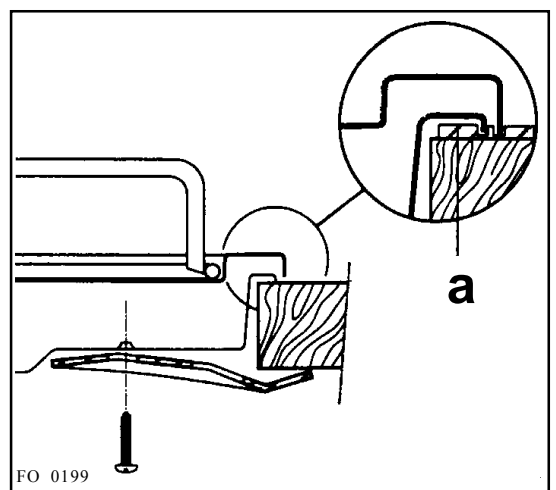

Fig. 9 FO 0199
- 3) fixez la table au meuble à l'aide des pattes de serrage prévues à cet effet (fig. 9). La traction exercée par les vis est suffisante pour tracer un sillon dans le joint d'étanchéité, que l'on pourra aisément enlever.